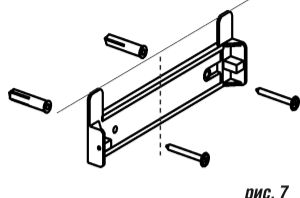

рис. 7
- сделайте отметку по верхнему краю фальштрубы и проведите горизонтальную линию рис. 7 (фальштрубу опустите внутрь вытяжки или снимите ее);
- приложите кронштейн к стене, как показано на рис.7;